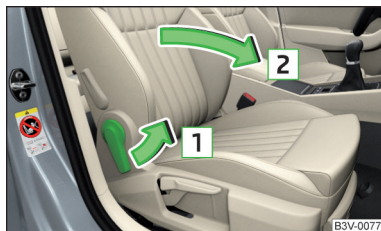

Fig. 91
- Para **abatir hacia delante**, tirar la palanca en el sentido de la flecha  y abatir hacia delante el respaldo del asiento en el sentido de la flecha  » fig. 91. El enclavamiento debe encajar de forma audible.